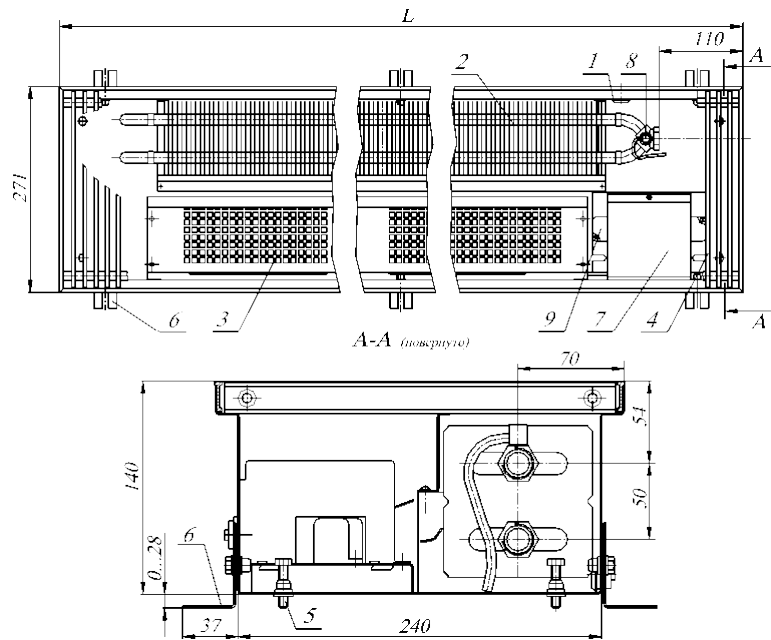

Рис.1 Конвектор КВК12 27.14.060...300-ВК(ВКТ)-П
4.1. Конвекторы имеют (см. рис.1, 3):
4.2. Размеры и технические характеристики изделий представлены на Рис.1, 2, 3, 4 и в таблице 1, 2.